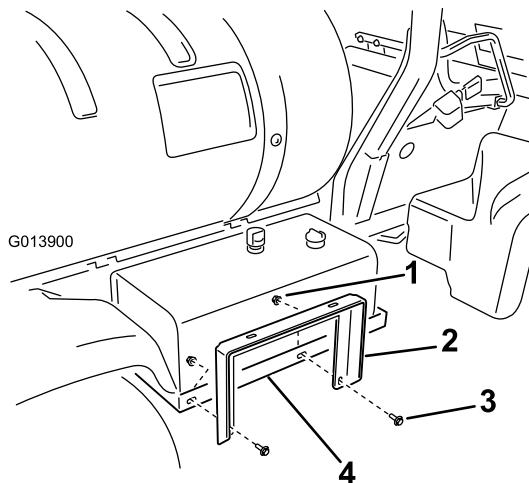

図 8
1. ホース・リール・サポートを油圧オイルタンク・マウント(図 8)に取り付ける；フランジ・ボルト(3/8 x 1 インチ)2本とフランジ・ナット(3/8 インチ)2個を使用。後で調整を行うのでナットは固く締めないこと。
3. ホース・リール・サポートをホース・リール・ストラップに取り付ける(図 8)；フランジ・ボルト(3/8 x 1 インチ)2本とフランジ・ナット(3/8 インチ)2個を使用。